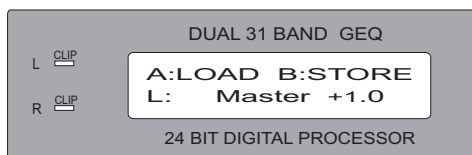
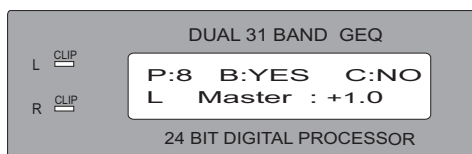
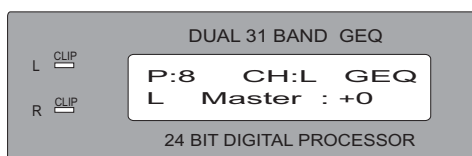

Fig.2 Selección/Guardar en la memoria del programa
Fig3. Selección/ programar la secuencia de memoria
Fig. 4 Menú de control del volumen maestro
2. Mientras la pantalla LCD muestra el menú principal, presione el botón 3 para visualizar la información; como se muestra en la Fig. 2, presione nuevamente el botón 3 para seleccionar: A para el proceso de CARGA de la memoria (LOADING) desde P: 1~100. Como se muestra en la Fig. 3 (si selecciona el botón 4 durante el proceso de la Fig. 2): significa que al seleccionar B, el usuario puede almacenar y guardar los datos
3. Durante la visualización de la pantalla del estado actual como se muestra en la Fig.3, presione B para seleccionar el número de secuencia del programa requerido, se visualizará "SAVE..." en la 1ra línea de la pantalla y después de 3 segundos el panel de visualización volverá a la página del menú principal. (Fig. 4).